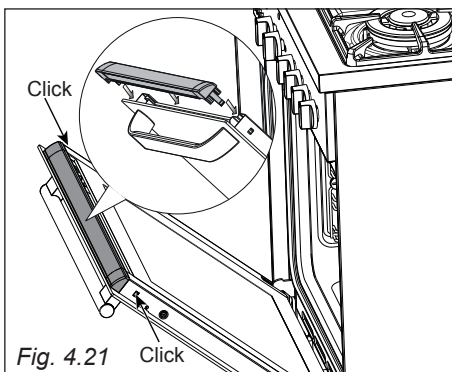

Fig. 4.21 Click
- Premere leggermente il profilo superiore verso la porta per agganciarlo in posizione. Si dovrà udire il click di aggancio delle due alette (fig. 4.21). Prestare particolare attenzione a rimontarlo correttamente: nel verso corretto la parte ribassata è rivolta verso l'interno del forno.